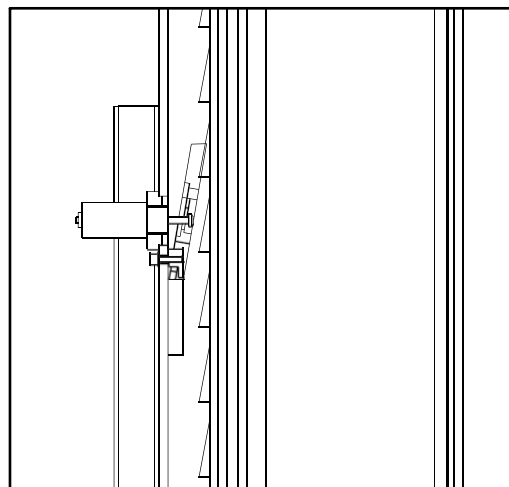

Fig. 15
- ◆ Em caso de rutura do cilindro hidráulico, as cunhas de segurança disparam (Fig. 15), situadas no interior dos postes. As cunhas são empurradas pela mola e param imediatamente o carro, impedindo a sua descida.